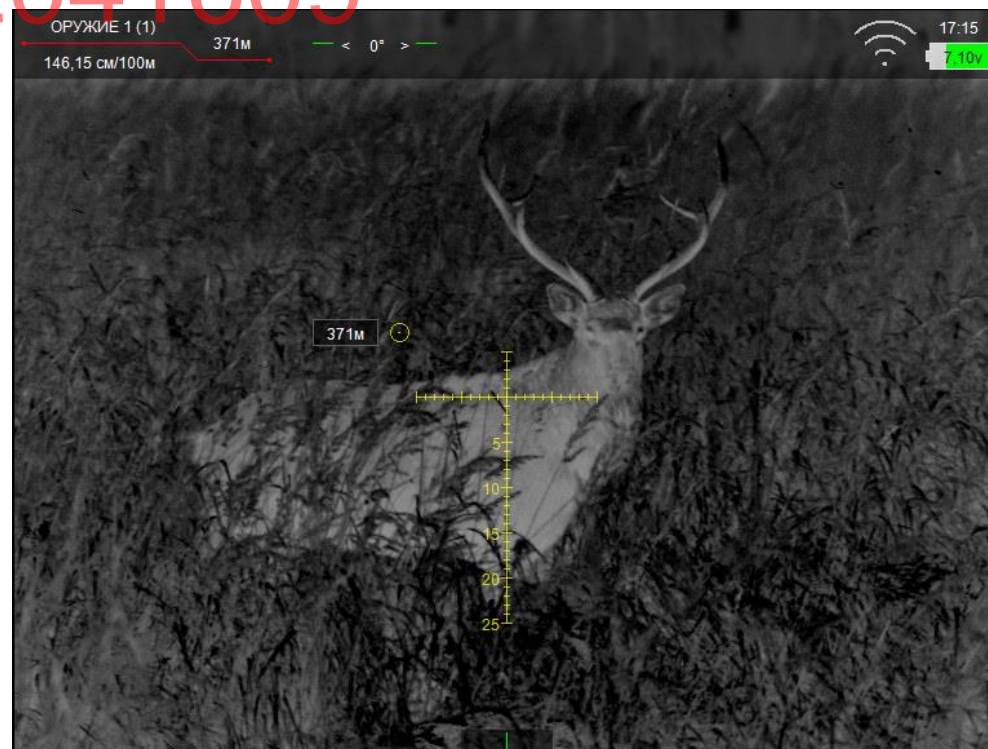

Рис. 29 – Дальномерная метка
Данный прицел имеет встроенный дальномер **(15)**. Дальномер включается либо нажатием кнопки **(16)**, находящейся на его корпусе, либо кнопкой на пульте ДУ дальномера (пульт входит в комплект поставки). После первого нажатия кнопки на экране прицела отобразится дальномерная метка (см. рис. 29). Повторное нажатие на кнопку **(16)** дальномера производит замер дистанции (замер производится в момент нажатия на кнопку, метка загорается синим цветом). Значение расстояния высвечивается рядом с меткой. После 5 секунд бездействия дальномерная метка выключается автоматически.
Дальномер включается нажатием кнопки (16) на его корпусе в основном режиме, либо кнопкой на пульте ДУ дальномера RC-02. После этого на дисплее отобразится дальномерная метка (см. рис. 29).